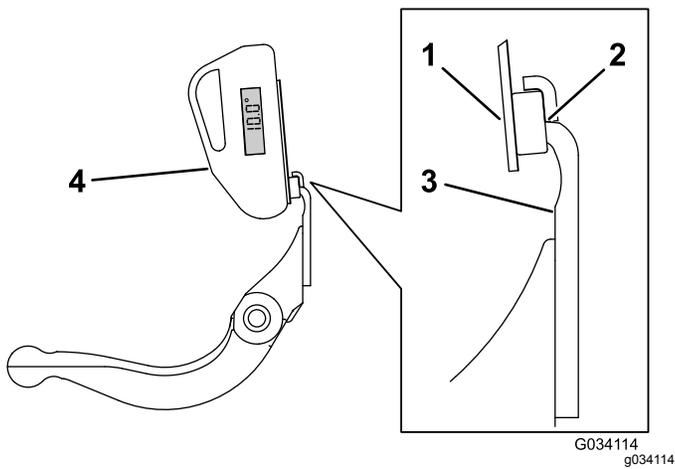

Bild 30
3. Legen Sie die Neigungsmesserbefestigung an die Kante des Untermessers, sodass die Kante des Magnets bündig mit der Kante des Untermessers ist (Bild 30).
4. Legen Sie den Neigungsmesser auf die Befestigung, wie in Bild 30 abgebildet.